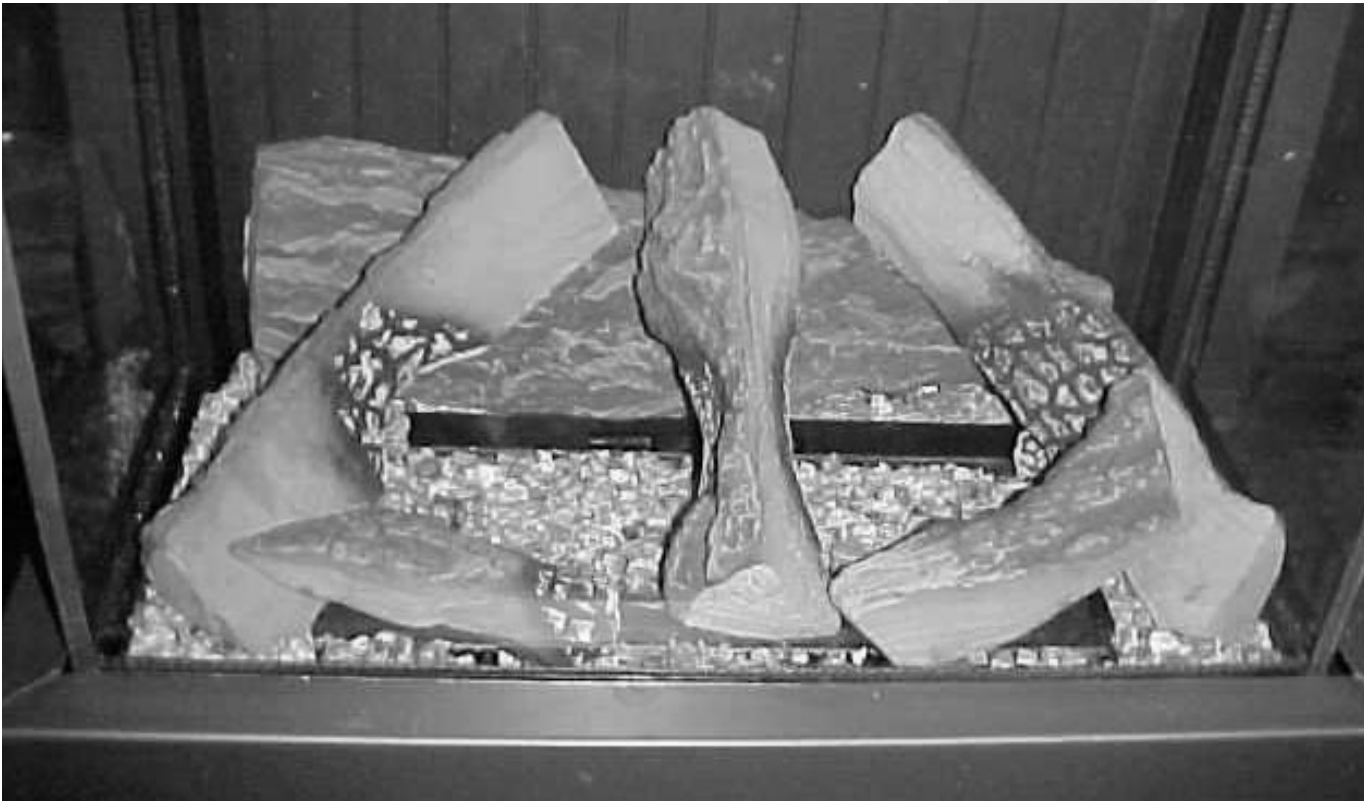

fig. 5
- Legen Sie die übrigen Blöcke ein, wie in Fig. 5 angegeben ist. Die Blöcke dürfen nicht auf eine andere Weise eingelegt werden, weil sonst Rußbildung entstehen kann.